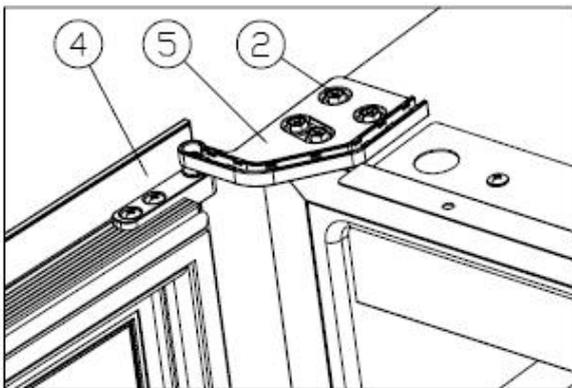

Abb. 6
- ✧ Die Tür ④ um 180 Grad wenden, das untere Scharnier montieren und die M5\*16-Schrauben anziehen ② [Figure 6] Das Wechseln des Türanschlags ist erfolgt.